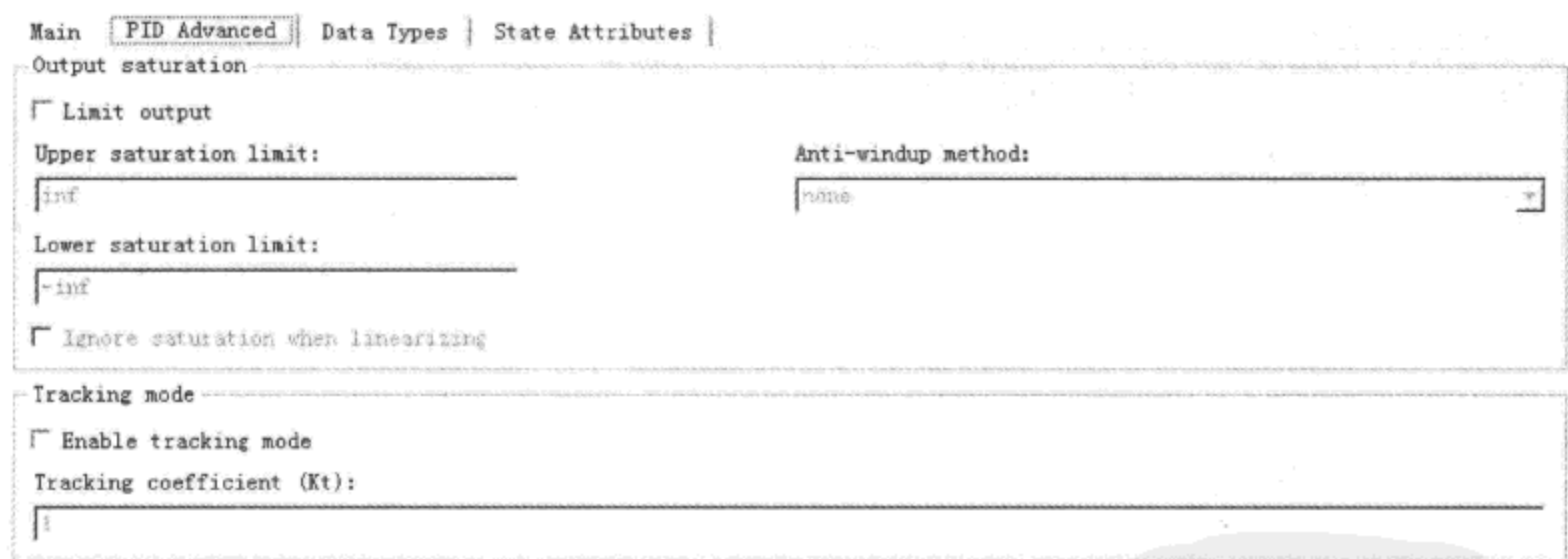

图 2.2.65 PID Advanced 选项卡
(1) Controller 通过 Controller 下拉菜单中的 P、I、PI、PD、PID 选项轻松地切换控制器的结构模式。
(2) Time-domain 选项可以快速地在连续域和离散域间切换。
(3) Controller Setting 选项可以为控制器选择工作状态“并行”或“理想型”具体区别可参考 help 文件。
(4) PID Advanced 选项卡中可以对控制器做一些高级设置,比如输出饱和限制,抗积分饱和特性,追踪模式等,如图 2.2.65 所示。